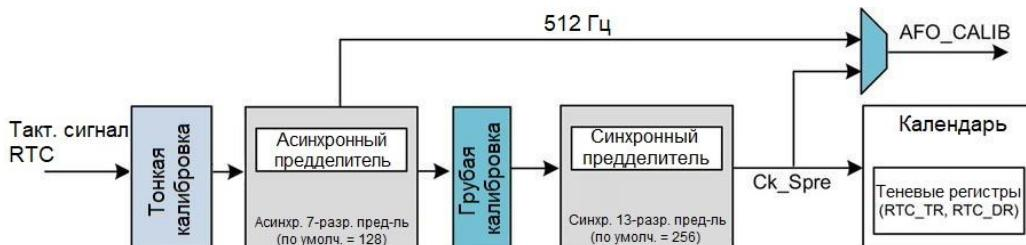

Рисунок 3: Структурная схема распределения тактового сигнала RTC
- Невозможно проверить результат калибровки, так как выходной сигнал 512 Гц находится перед блоком калибровки (см. рисунок 34). Вы можете проверить калибровку в некоторых микроконтроллерах STM32, поскольку 1 Гц выход CK\_SPRE находится после блока грубой калибровки. Обратитесь к справочному руководству по вашему микроконтроллеру.
Когда обнаружение опорного тактового сигнала включено, как *асинхронный*, так и *синхронный* предделители должны быть установлены в их значения по умолчанию: `0x7F` и `0xFF`. Когда обнаружение опорного тактового сигнала включено, каждый фронт тактового сигнала 1 Гц сравнивается с точностью до фронта опорного тактового сигнала (если он найден в заданном временном окне). В большинстве случаев два фронта тактовых сигналов выровнены как надо. Когда тактовая частота 1 Гц смещается из-за неточности тактовой частоты LSE-генератора, RTC немного сдвигает тактовую частоту 1 Гц, так что будущие фронты тактовой частоты 1 Гц выравниваются. Окно обновления состоит из трех периодов `ck_calib` (`ck_calib` – выходной сигнал блока грубой калибровки – см. **рисунок 3**).